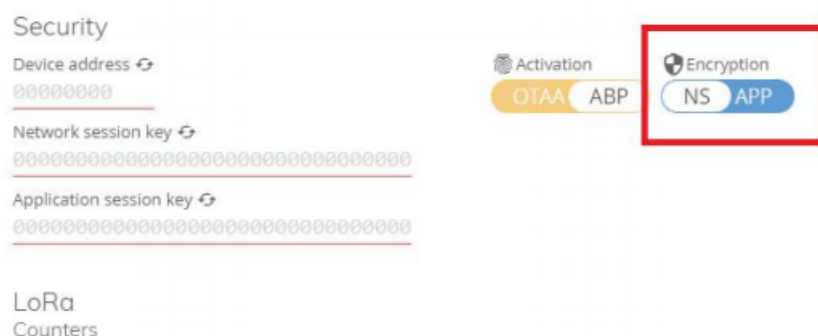

Figura 15: Campo de “Encryption”
- ▶ Escolhe a opção NS no campo “Encryption”, conforme e Figura 15. Ao mudar a forma de criptografia, o campo “Application key” deve surgir;